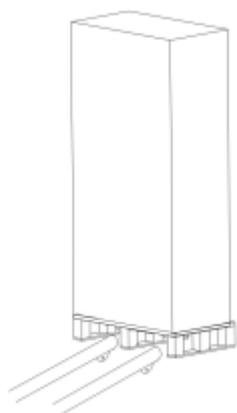

Fig.3-3 Detalhe ponto de movimentação.
2. Transporte o equipamento para o local designado por empilhadeira, conforme mostrado na Fig.3-3.